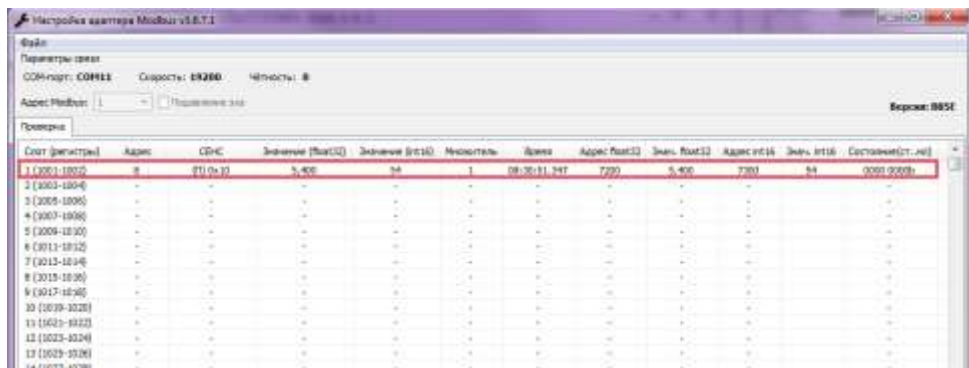

Рисунок 11 – Проверка работы текущих настроек слотов опроса
3.5.7.1 Проверка работы текущих настроек слотов опроса, записанных в адаптер, осуществляется во вкладке «Проверка» (рисунок 11).